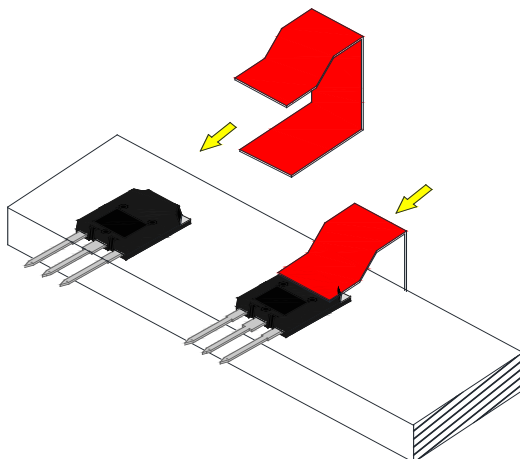

图16 夹子压接-B
- 使用15N~50N的弹力夹直接将产品固定在散热器上；如下图16所示。